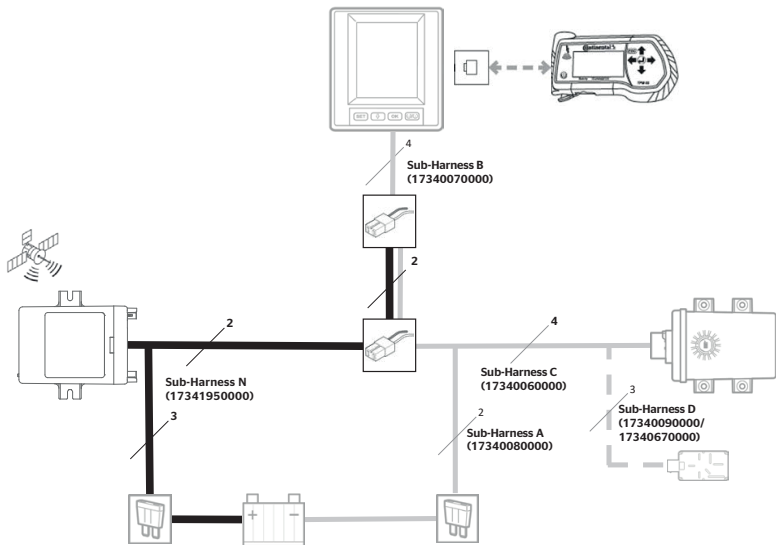

Fig. 1: Versione A
- ◆ Collegare il gruppo di cavi N come mostrato in **“Fig. 1: Versione A”**